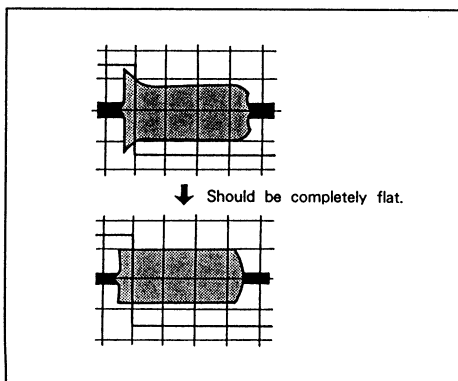

Abb. 2.33
- 4) Drehen Sie TG3 im Uhrzeigersinn, um den Verlauf des Eingangssignals fast flach zu machen (siehe Abb. 2.33).